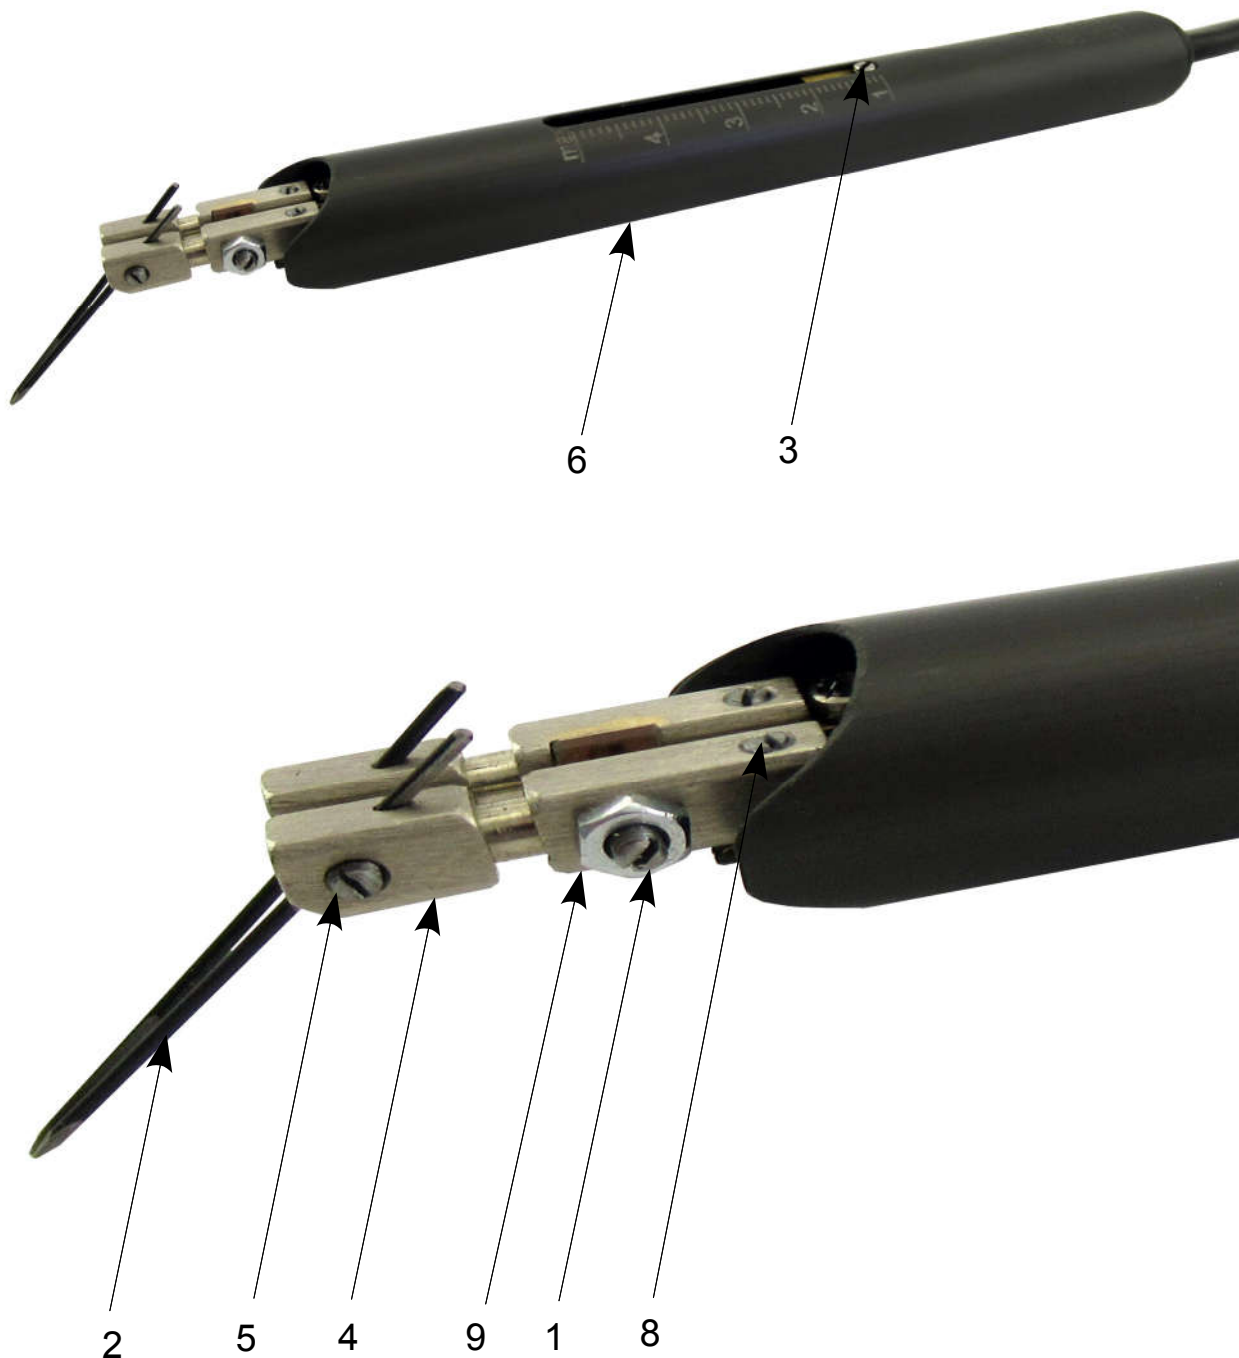

Рис. 1. Инструмент с установленным сдвоенным электродом.
1.3.2 Вид инструмента с установленным сдвоенным электродом показан на рис. 1
ослабить винт регулировки усилия поз.3 и сдвинуть ползун в положение 1 на шкале, выкрутить винты регулировки датчика касания поз. 8, установить прилагающуюся в комплекте перемычку поз. 7 и зафиксировать её винтами M2x5 DIN7985, смотри. Рис.1 и 2. В отсутствие необходимости жесткой фиксации электродов снимите перемычку поз. 7.